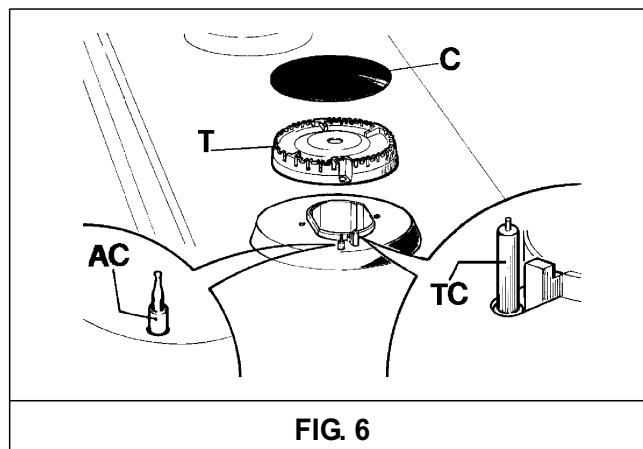

FIG. 6
Pentru a mentine curata suprafata plitei, este foarte importanta sa o spalati dupa fiecare folosire cu apa calda cu detergent, sa o clatiti si uscati. La fel trebuie spalate grilele smaltuite, capacetele smaltuite "C" si capetele arzatoarelor "T" (fig. 6).
- sa se verifice ca orificiile capetelor arzatoarelor "T" (fig. 6) nu sunt obturate de corpuri straine.
- Sa va asigurati ca capacelul smaltuit "C" (fig. 6) este corect pozitionat pe capul arzatorului. Aceasta conditie se considera indeplinita cand capacelul este perfect stabil.